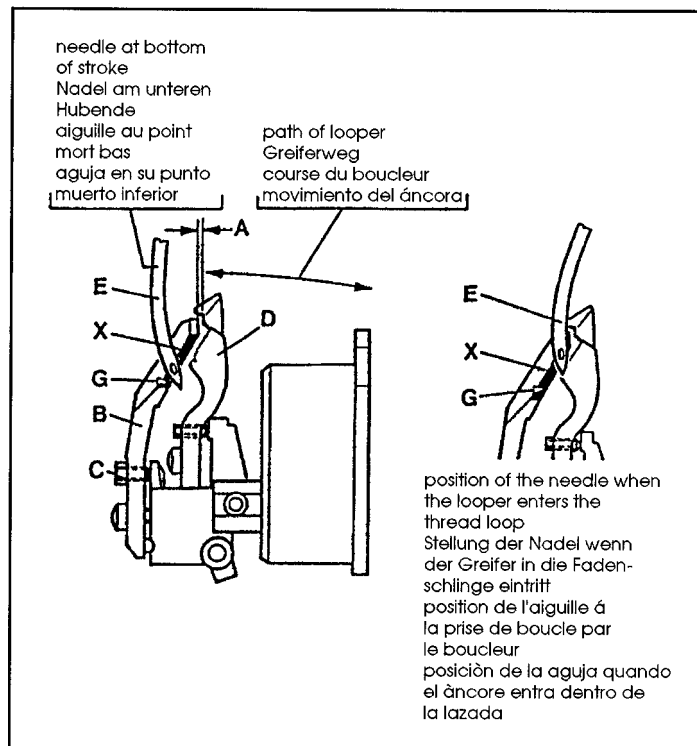

Fig. 6
Adjust the looper (D, Fig. 6) as described in paragraph "Setting the looper", see page 10.
NOTE: It is advisable to remove the rear needle guard (B, Fig. 6) for setting the looper.
Assemble the rear needle guard (B, Fig. 6). With set screw (C) adjust the distance (A) between looper (D) and rear needle guard (B) to 0.5 mm (.020 in.).
Laterally (front to rear) set the rear needle guard (B, Fig. 6) with its guarding surface (G) close to the needle (E) even so that it barely contacts it, to avoid hitting of the needle by the looper point.
Edge (X, Fig. 6) on the guarding surface (G) of the rear needle guard (B) should not essentially disturb the needle thread. If disturbance of the needle thread occurs it can be eliminated by slightly changing the 0.5 mm (.020 in.) distance between looper and rear needle guard as well as by slightly changing the needle height.
Stellen Sie den Greifer (D, Fig. 6) wie im Abschnitt "Einstellung des Greifers" beschrieben ein, siehe Seite 10.
BEACHTEN SIE: Es ist ratsam, zum Einstellen des Greifers den hinteren Nadelanschlag (B, Fig. 6) zu entfernen.
Bauen Sie den hinteren Nadelanschlag (B, Fig. 6) ein. Stellen Sie mit dem Gewindestift (C) den Abstand (A) zwischen Greifer (D) und hinterem Nadelanschlag (B) auf 0,5 mm.
Seitlich (von vorne nach hinten) stellen Sie den hinteren Nadelanschlag (B, Fig. 6) mit seiner Schutzfläche (G) dicht an die Nadel (E), so dass er sie gerade berührt, um zu verhindern, dass die Nadel von der Greiferspitze getroffen wird.
Die Kante (X, Fig. 6) an der Schutzfläche (G) des hinteren Nadelanschlags (B) soll den Nadelfaden nicht wesentlich stören. Tritt eine Störung des Nadelfadens auf, kann diese durch leichtes Verändern des 0,5 mm Abstands zwischen Greifer und hinterem Nadelanschlag sowie durch leichtes Verändern der Nadelhöhe beseitigt werden.
Régler le boucleur (D, Fig. 6) comme indiqué au paragraphe "Réglage du boucleur" page 10.
Monter le protège aiguille arrière (B, Fig. 6). Avec la vis (C) régler à 0,5 mm la distance (A) entre le boucleur (D) et le protège aiguille arrière (B).
Régler latéralement (avant-arrière) le protège aiguille arrière (B, Fig. 6) avec la surface de protection (G) près de l'aiguille de même qu'elle frôle pour éviter tout contact avec la pointe du boucleur.
Le bord (X, Fig. 6) du protège aiguille ne doit surtout pas interférer avec le fil d'aiguille. Si cela se produit, il est possible d'y remédier en modifiant légèrement de 0,5 mm entre le boucleur et le protège aiguille et, éventuellement, en changeant la hauteur de l'aiguille.
Ajustar el ánclora (D, Fig. 6) tal como se describe en el párrafo "Colocación del ánclora", ver página 10.
Montar el salva agujas posterior (B, Fig. 6). Con el tornillo de fijación (C) ajustar la distancia (A) entre ánclora (D) y salva agujas posterior (B) para que sea de 0,5 mm.
Ajuste lateral (de detrás hacia adelante) del salva agujas posterior (B, Fig. 6) en la zona (G), que deberá estar lo más cerca posible de la aguja (E), de forma de que apenas tome contacto con el salva agujas (E) para evitar el choque entre la punta del ánclora y aguja.
El canto (X, Fig. 6) de la zona de contacto (G), del salva agujas posterior (B), debe situarse de manera que no desvie el hilo de la aguja. Si esto ocurre, puede eliminarse moviendo ligeramente la distancia de 0,5 mm que existe ánclora y salva agujas posterior, o variando ligeramente la altura de la aguja.